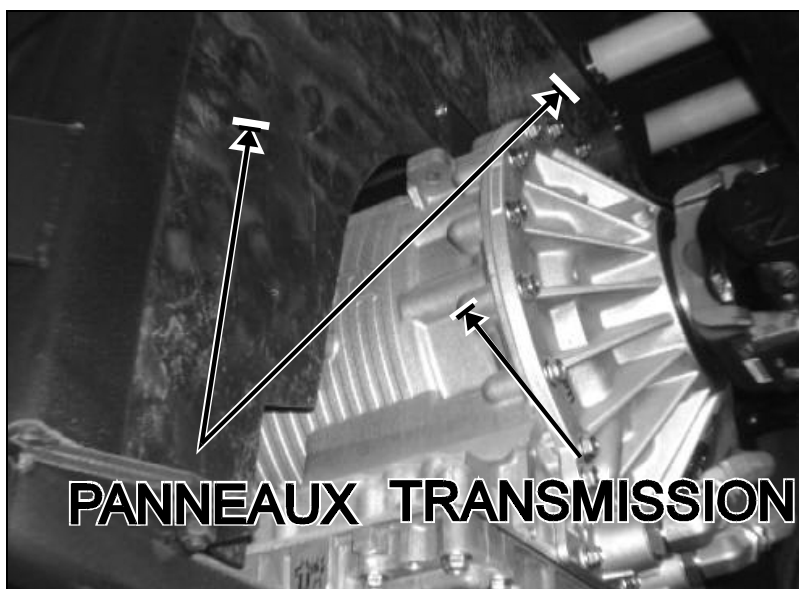

FIGURE 5: VUE DES PANNEAUX EN AVANT DE LA TRANSMISSION 07023
9. Si vous avez un ralentisseur ou une transmission manuelle, placez-vous à l'avant de la transmission, dans l'espace vide et localiser les panneaux avant (Fig. 5). Retirer un des panneaux pour avoir accès aux conduits pour câbles électriques.
4. Si vous avez un ralentisseur ou une transmission manuelle, placez-vous à l'avant de la transmission, dans l'espace vide et localiser les panneaux avant (Fig. 5). Utiliser un escabeau pour atteindre les panneaux. Retirer un des panneaux pour avoir accès aux conduits pour câbles électriques.